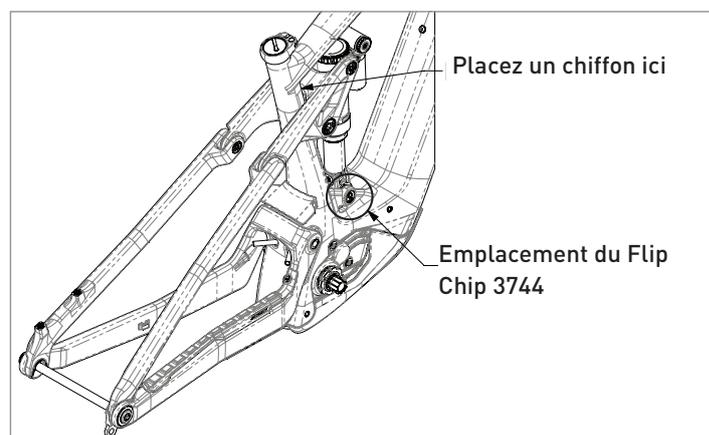

Figure 3
**ATTENTION :** Il est possible d'endommager la finition du cadre lors du retrait de la vis de l'étrier de l'amortisseur en cas d'extension excessive de la tringlerie et des bras oscillants arrière. L'avant du tube de selle peut entrer en contact avec les étriers, le plateau au niveau des bases et au niveau de la zone Split Pivot de l'axe arrière. Comme indiqué dans la figure 3, placez un chiffon replié, un petit bloc de mousse ou de carton entre l'avant du tube de selle et l'arrière du pontet de la tringlerie de commande afin que la tringlerie ne se déploie pas excessivement.